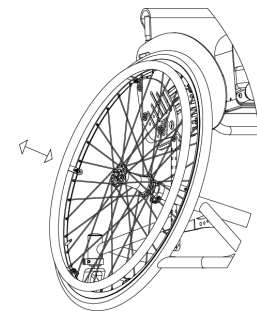

ABB. 11
- Wenn Sie das Rad des Stuhls nach außen ziehen (Abb. 11), darf es sich ohne Betätigung des Knopfes nicht lösen.